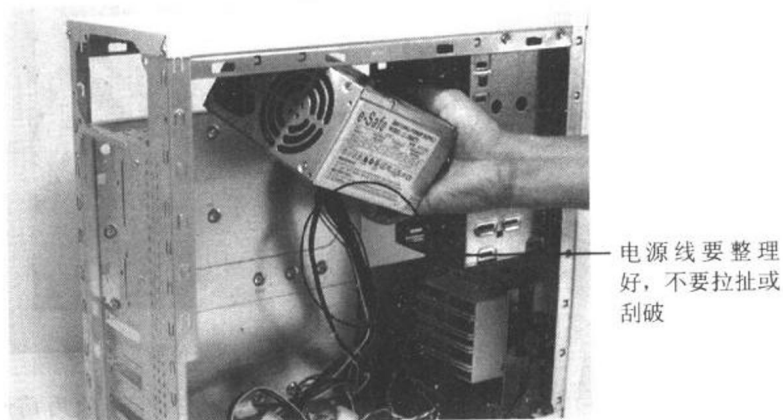
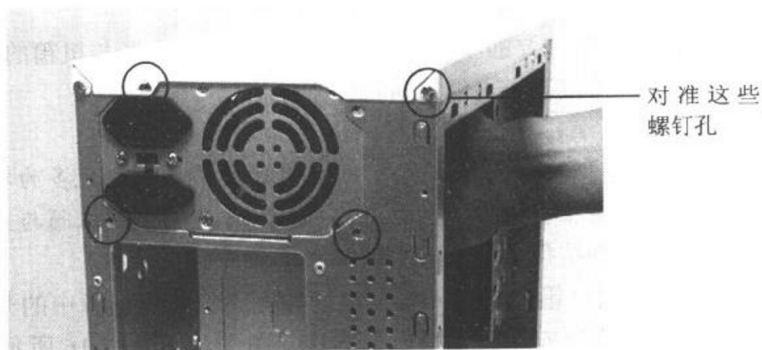

图 2-10 将电源放入机箱中
图 2-11 对准机箱与电源的螺钉孔
(6) 将电源安装到机箱上，请将电源放置到适当位置，并将电源的线路拉到机箱主要位置，如图 2-10 和图 2-11 所示。